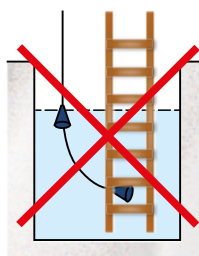

Imagen 4. Nótese que el flotador debe poder moverse libremente.
- El punto de instalación debe elegirse de manera que el interruptor flotador no pueda quedar atrapado debajo o encima de una superficie o enredado con otras estructuras (imagen 4).